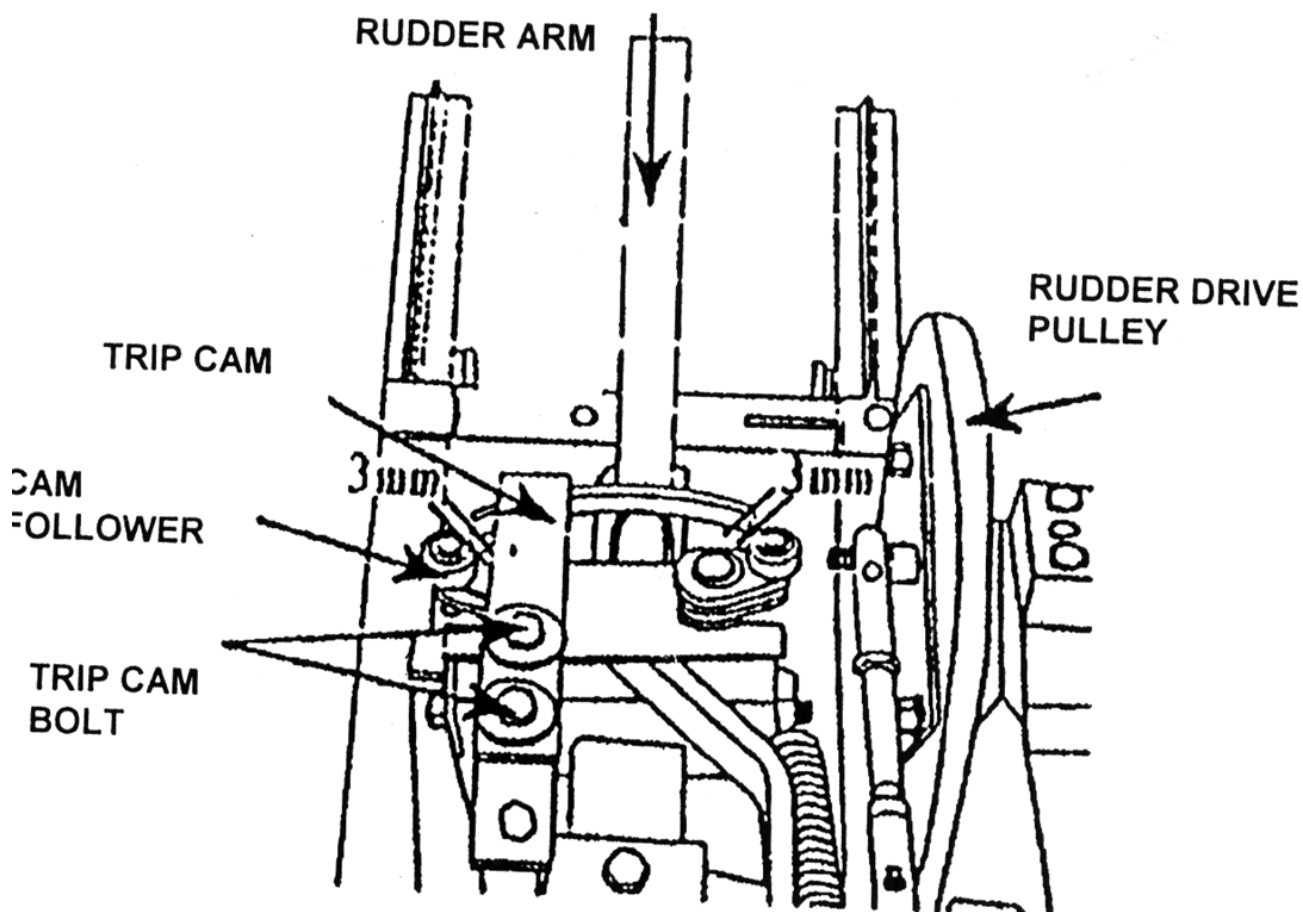

Рисунок 33
1. Поверните приводной шкив рулевого рычага так, чтобы рычаг оказался в самой середине своего пути (рис.33).